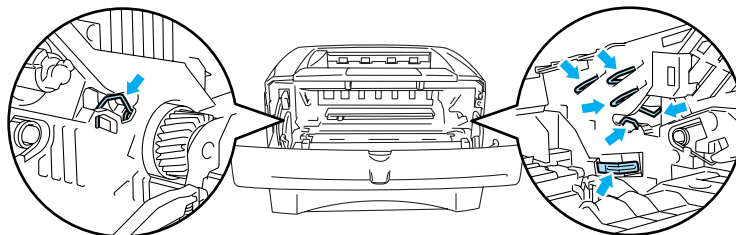

Figura 5-17
- Non toccare gli elettrodi mostrati nella figura 5-17 per evitare di danneggiare la stampante con l'elettricità statica.